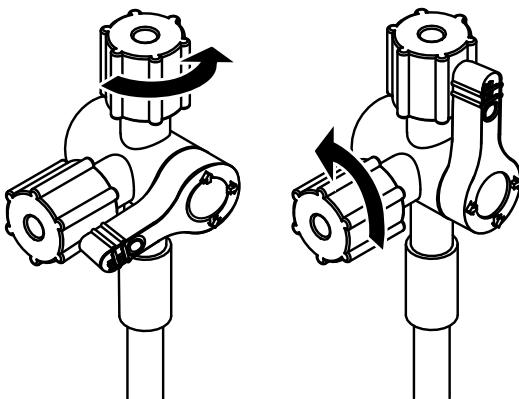

Рисунок 2. 3-ходовий клапан у відкритому положенні
3. Підготуйте інтрод'юсер до промивання та переконайтесь, що 3-ходовий клапан відкритий. Це можна зробити двома способами. Див. рис. 2.